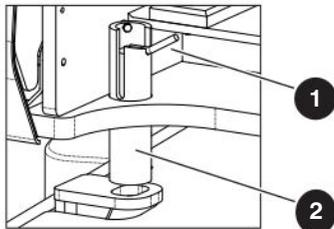

Figura 32 Trava de transporte da torre
1. Verifique se a torre está posicionada de forma que o tubo de trava de transporte da torre (*item 2 – Figura 32*) esteja alinhado com um dos dois pontos de travamento da torre no chassi.
2. Levante o pino de retenção do travamento da torre (*item 1 – Figura 32*) e gire 90 graus. Abaixe o pino de retenção do travamento da torre até a posição travada.